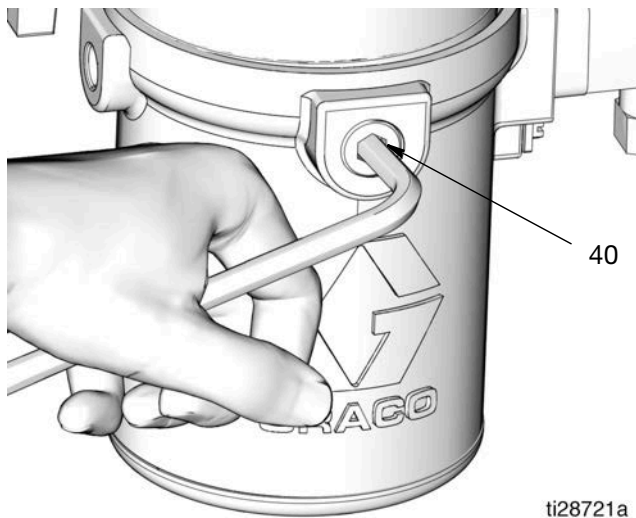

图 11
5. 使用六角扳手慢慢松开，从泵底座拆下排放塞 (40)，将机油从泵中排出 (图 11)。